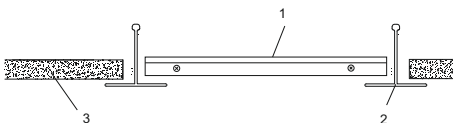

Рисунок 3
4.2.3 Встраиваемый монтаж производить в подвесные потолки типа «Armstrong» для светильника ДВО 1001D, ДВО 1101D, ДВО 1201D, ДВО 1301D (см. рисунок 3). Светодиодную панель (1) установить на место потолочной плиты 600×600 мм (3) в межпотолочное пространство между направляющими (2) потолка «Armstrong», как показано на рисунке 3.